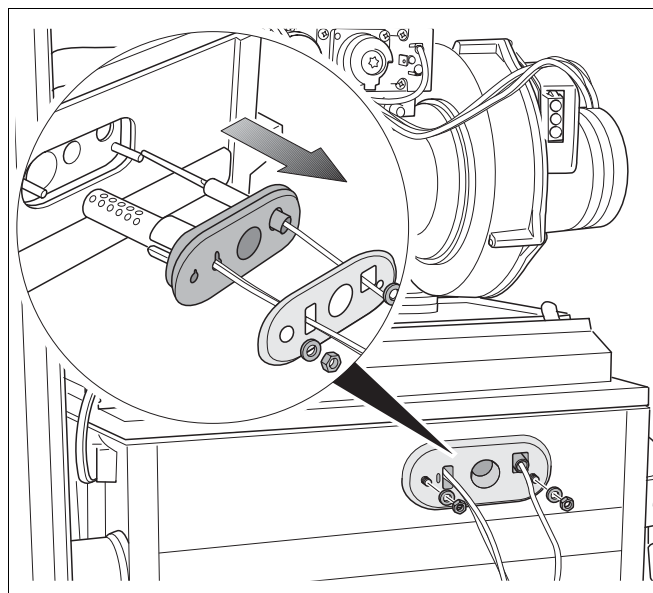

Fig. 109 Demontați electrodul de ionizare și electrodul de aprindere
- Desfaceți 2 piulițe (Fig. 109).